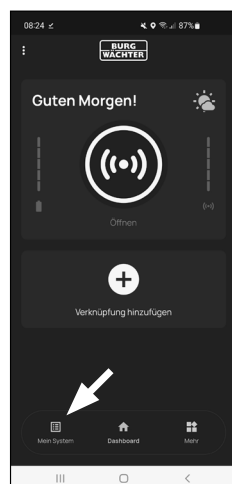

Fig. 4
- 7 Aparecerá la pantalla principal de la aplicación *BURGsmart*. Abra el menú «Mi sistema» en la parte inferior izquierda (Fig. 4).